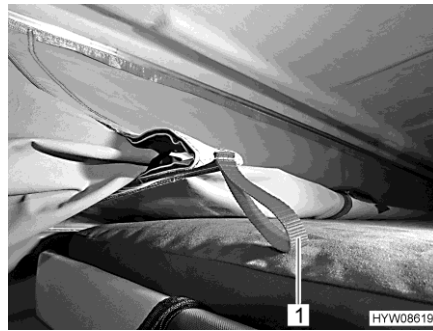

Fig. 61 Dispositif de rentrage
- Tirer la toile de tente vers l'intérieur par les pattes rouges (Fig. 61,1) du dispositif de rentrage.